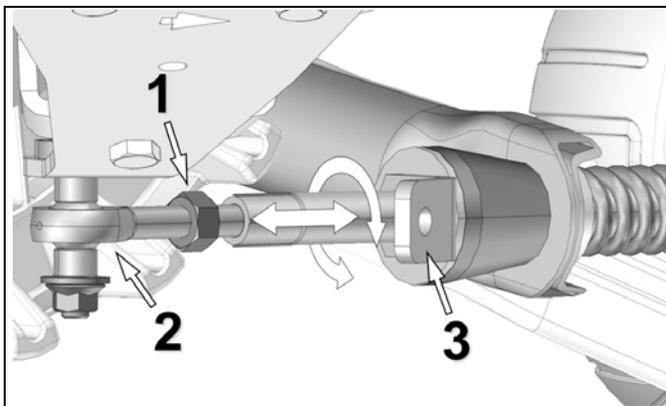

Abbildung 3
- Lösen Sie Gegenmutter (1). Stellen Sie die Länge des Stangenkopfes (2) ein, indem Sie das Lenkbegrenzer-Stützblech (3) des Stabilisierungsarms drehen. Verwenden Sie zur Drehung des Stützbleches einen 30 mm [1 3/16 Zoll] Schraubenschlüssel, um einen Abstand von **308 mm [12 1/8 Zoll]** vom Boden aus zu erzielen. Siehe Abbildung 3.